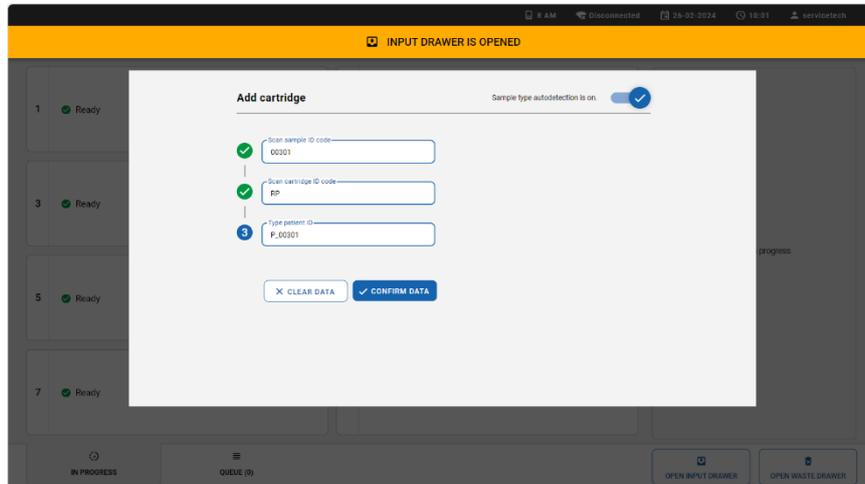

Figura 17. Digitare l'ID del paziente e confermare la schermata dei dati.
- Immettere l'ID del paziente e premere il pulsante **CONFIRM DATA** (CONFERMA DATI) (Figura 17).